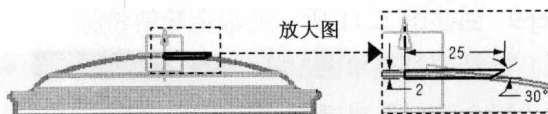

图 1.16 剖面草图
(1) 选择命令。选择 **插入(I)** → **设计特征(F)** → **回转(R)** 命令 (或单击  按钮), 弹出“回转”对话框。
(2) 定义特征的剖面。
① 单击“回转”对话框中的  按钮, 系统进入草绘环境。
② 定义草绘平面。单击“草图生成器”工具条中的  按钮, 选取 XC-ZC 平面为草绘平面, 单击  按钮。
③ 绘制图 1.16 所示的剖面草图。